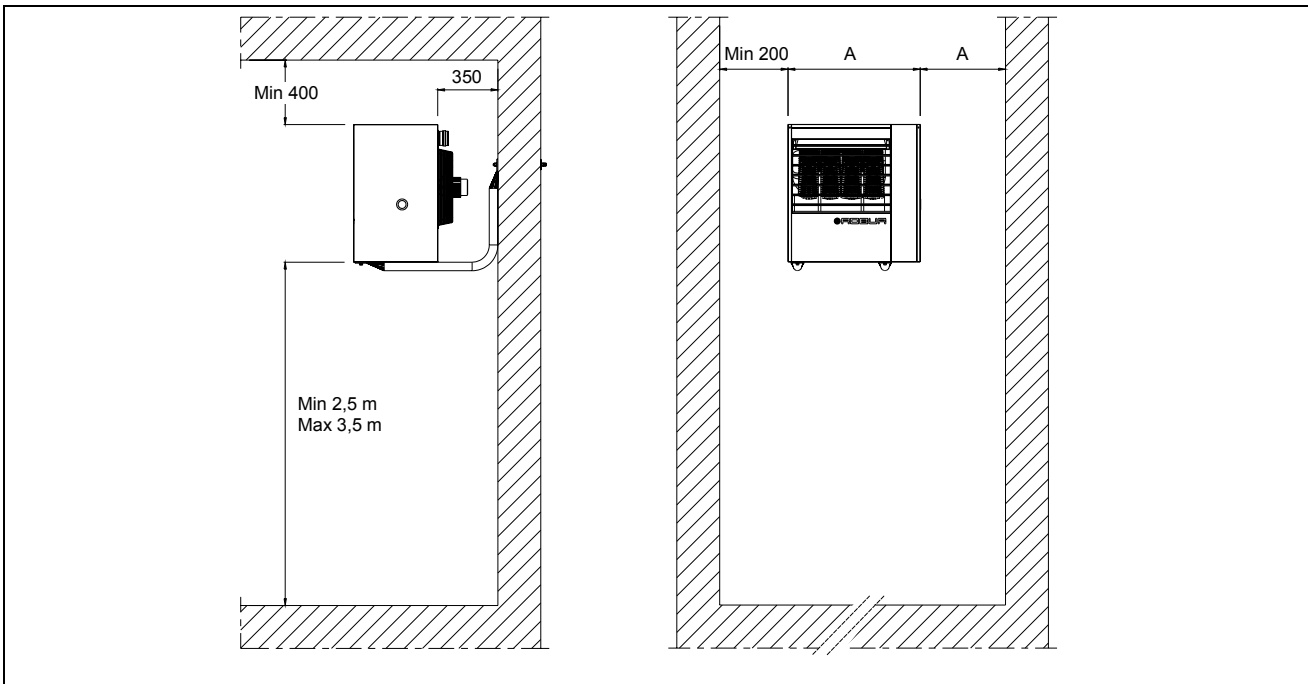

Рис. 4 – МИНИМАЛЬНЫЕ ДИСТАНЦИИ ДЛЯ УСТАНОВКИ
- Минимальное расстояние от стены до устройства должно быть достаточным для воздушной циркуляции. Минимальное расстояние от боковых стен, должно быть таким, как указано на Рис. 4.
- Рекомендуемая высота от пола до базы нагревателя - 2.5 - 3.5 м (см. Рис. 4). Не рекомендуется устанавливать генераторы на высоте менее 2,5 м.